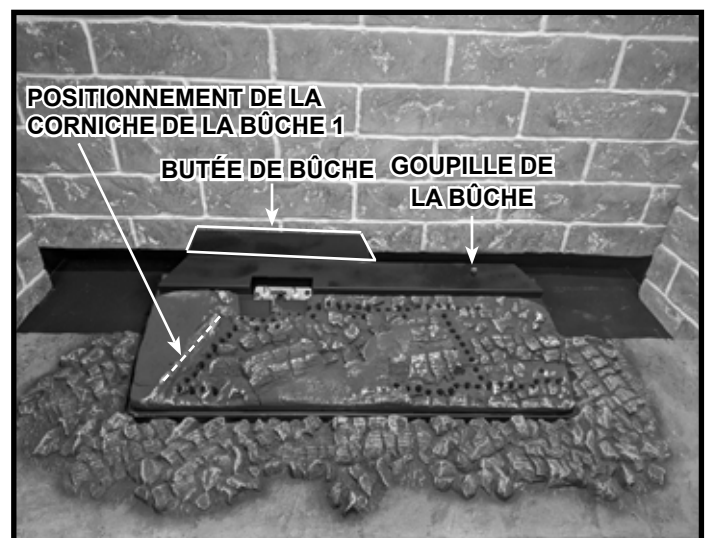
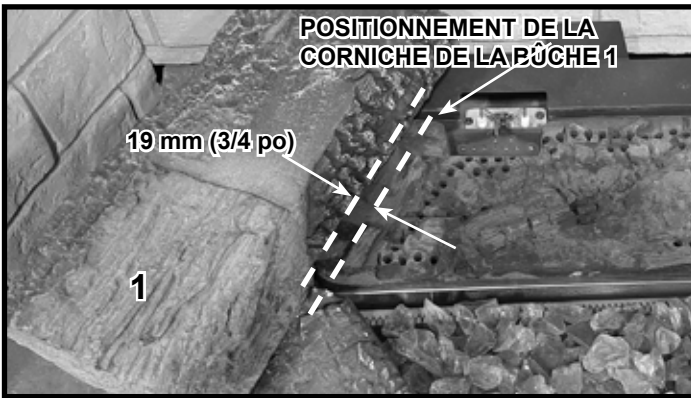

Figure 2 Caractéristiques de l'emplacement de la bûche
Figure 3.C Dégagement de la bûche n° 1 par rapport au rebord de positionnement de la bûche n° 1 (Modèles d'appareils 8KX-LP uniquement)
**REMARQUE :** Afin de simplifier le processus, identifiez formellement chacune des bûches avant de commencer l'installation. Voir la figure 1.A (BÛCHES-6K, BÛCHES-6KX) et la figure 1.B (BÛCHES-8K, BÛCHES-8KX), la figure 1.C (BÛCHES-6-BIR) et la figure 1.D (BÛCHES-8-BIR). Les bûches individuelles du jeu de bûches traditionnel et du jeu de bûches en bouleau se placent de la même manière. Les bûches traditionnelles sont représentées dans les figures. Les principales caractéristiques de l'emplacement de la bûche sont présentées dans la figure 2.
**Bûche n° 1 :** Placez la bûche n° 1 le long de la corniche de positionnement des bûches référencée dans la figure 2. Faites glisser la bûche n° 1 vers l'arrière jusqu'à ce qu'elle entre en contact avec la butée contrôlée.
**Bûche n° 2 :** positionnez l'extrémité droite de la bûche n° 2 contre la broche de la bûche comme indiqué sur la figure 4.A. Se référer à la figure 2 pour l'emplacement de la broche de la bûche. Placez la partie inférieure de la bûche sur le support à bûches et placez-la juste derrière le coude de retour du support à bûches. La face arrière de la bûche touchera le réfractaire arrière, si un réfractaire est installé. Placez l'extrémité gauche de la bûche sur la zone plate de la bûche n° 1, comme illustré à la figure 3.A.